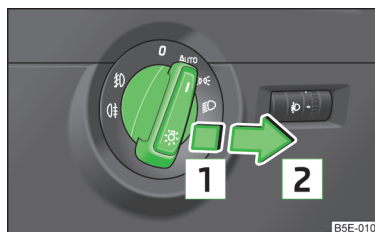

Fig. 29
- Rotiți comutatorul de lumini în poziția **AUTO** sau ☺, respectiv ☺☺ » fig. 29.
- > Rotiți comutatorul de lumini în poziția **AUTO** sau , respectiv $\gg\ll$ » **fig. 29** la pagina 50.